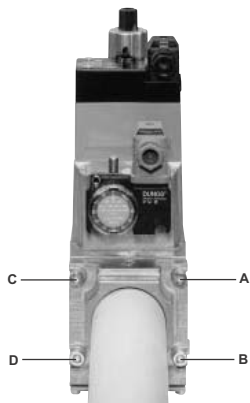

Рис. 3
- 1 - б) при фланцевых соединениях: между соседними компонентами устанавливать прокладку (1A..1E - Рис. 3), совместимую с используемым газом,
ВНИМАНИЕ: после монтажа газовой рампы согласно схеме на Рис. 3, необходимо провести тестирование на герметичность газового контура, согласно требований действующих нормативов.
ВНИМАНИЕ: после монтажа газовой ramпы согласно схеме на Рис. 3, необходимо провести тестирование на герметичность газового контура, согласно требований действующих нормативов.